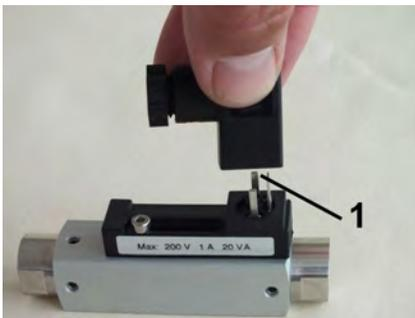

Abb. 21: Steckdose abziehen
2. ➔ Steckdose (Abb. 21/1) abziehen